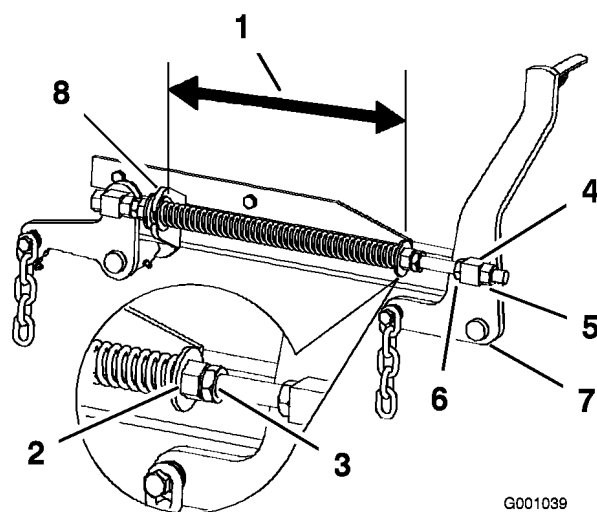

Figure 63
2. Vérifiez que les deux grandes rondelles sont espacées de 28,2 cm pour les plateaux de coupe de 52 pouces, et de 26,7 cm pour les plateaux de coupe de 60 pouces (Figure 63).
3. Réglez cette distance en desserrant l'écrou de blocage du ressort et en tournant l'écrou devant chaque ressort (Figure 63).
4. Bloquez l'écrou en position en serrant l'écrou de blocage du ressort (Figure 63).